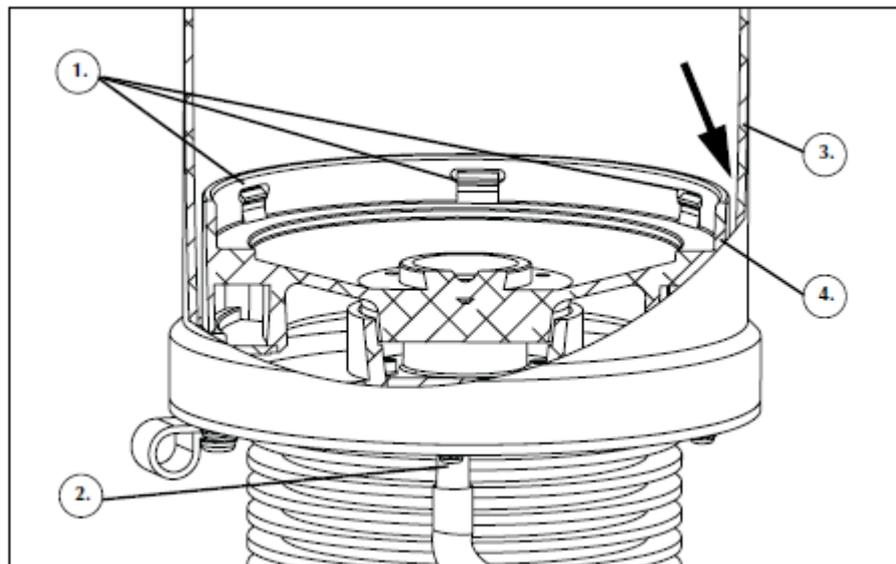

図77 遠心器ドレーンホールに水を流す
8. また、遠心器ドレーンホールに 60 cc の注射器で水を流してください。メカニカルチャックと遠心槽の間の溝に水が流れるようにしてください（図77の矢印で示されている部分参照）。